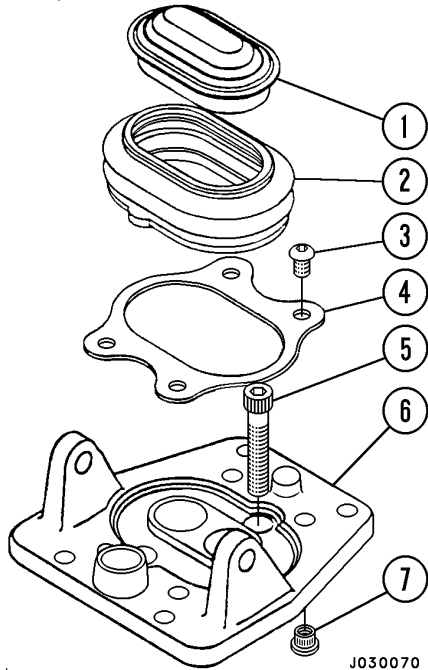

FIGURA 3-4. TAPA DEL ACCIONADOR Y PROTECCIÓN
6. Retire los cuatro pernos allen (3, Figura 3-4) que aseguran la placa de retención de la protección (4).
7. Saque la placa de retención (4), la protección (2) y la tapa del activador (1) como un conjunto, tomando la protección y sacándola lentamente del cuerpo de la válvula.
9. Retire y elimine la junta tórica (22) y las juntas axiales (23).
10. Suelte las arandelas de seguridad en el émbolo del accionador (2). Suelte los pernos de las bridas de ajuste (1).
12. Retire los dos pernos (5, Figura 3-4) que retienen la base del accionador (6) al cuerpo de la válvula.
3. Ponga el carrete del regulador (8) en su camisa (14). Empuje el carrete levemente por la camisa. El carrete debe poder moverse libre y suavemente por todo el largo de la camisa. Si no lo hace, debe reemplazarlo. Jamás reemplace solo el carrete o la camisa. Estos se deben cambiar como conjunto.
5. Inspeccione los insertos roscados (7, Figura 3-4) en la base del accionador (6). Si cualquiera de los hilos está dañado, debe reemplazar los insertos.
1. Si retiró cualquier inserto roscado (7, Figura 3-4) de la base del accionador (6), ponga la base mirando hacia abajo en el banco de trabajo y apóyela directamente bajo cada uno de los cuatro orificios de montaje.
1. Examine si la protección (2, Figura 3-4) presenta grietas, desgarros u otros daños. Si el daño es evidente, debe reemplazar la protección.
2. Si está dañada, retire la protección de la tapa del accionador (1) y elimine la protección antigua. Limpie profundamente los costados de la tapa